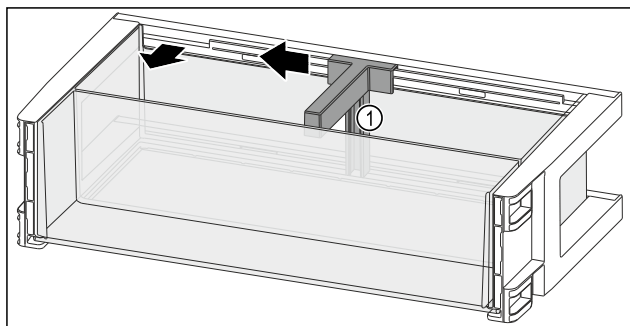

Fig. 122
- ▶ 将瓶托 Fig. 122 (1)推至槽边。
- ▶ 取出瓶托 Fig. 122 (1)。